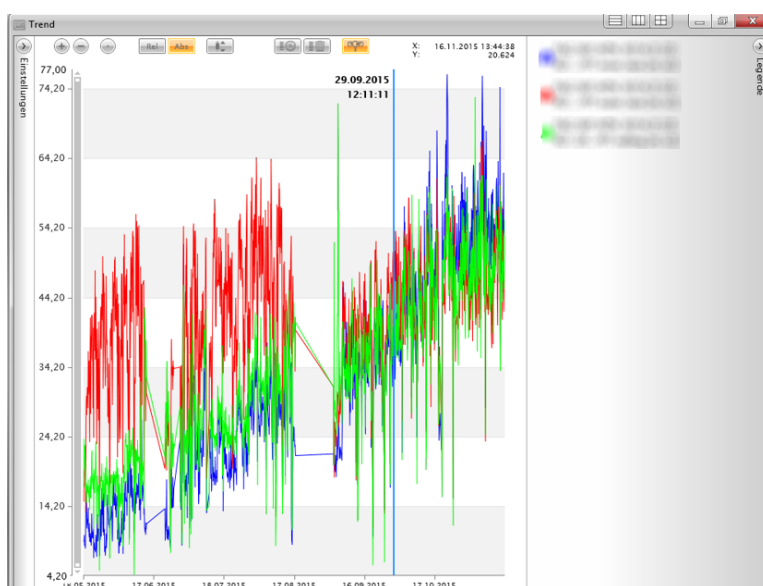

Abbildung 22: Trend absolute Ansicht
- Auswahl des *Aktualisieren* Befehls im Kontextmenü eines bestimmten Trends (Abbildung 22: Trend entfernen über Kontextmenü)